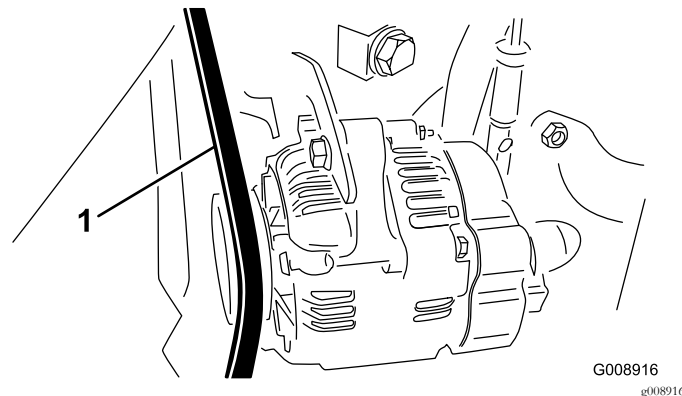

Bild 71
2. Prüfen Sie die Spannung, indem Sie eine Kraft von 30 Nm in der Mitte zwischen der Lichtmaschine und den Kurbelwellenscheiben ansetzen (Bild 71).